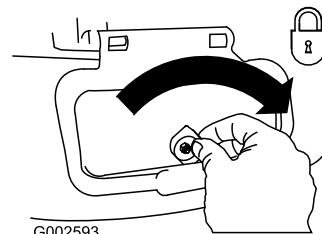

**Figure 29**
3. Montez l'éjecteur latéral et rabattez le volet sur l'éjecteur (Figure 29).